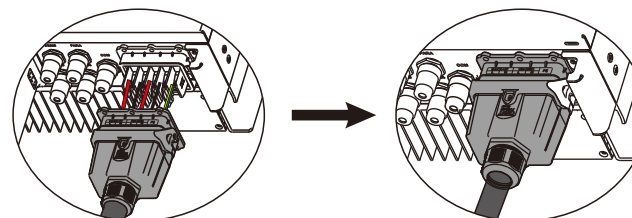

Рисунок 4.3-6 Встановлення клеми підключення змінного струму
**Крок 4.** Підключіть комбінований кабель змінного струму до клеми змінного струму інвертора, затягніть кабель з моментом затягування від 2,0 Нм до 2,5 Нм, а потім зафіксуйте кришку змінного струму (див. Рисунок 4.3-6).